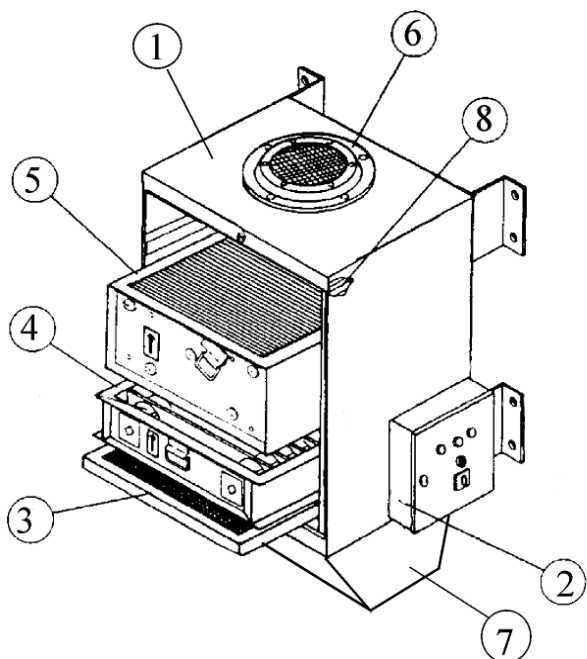

Рис. 2.4
2.2. Электростатический фильтр (рис. 2.4) состоит: